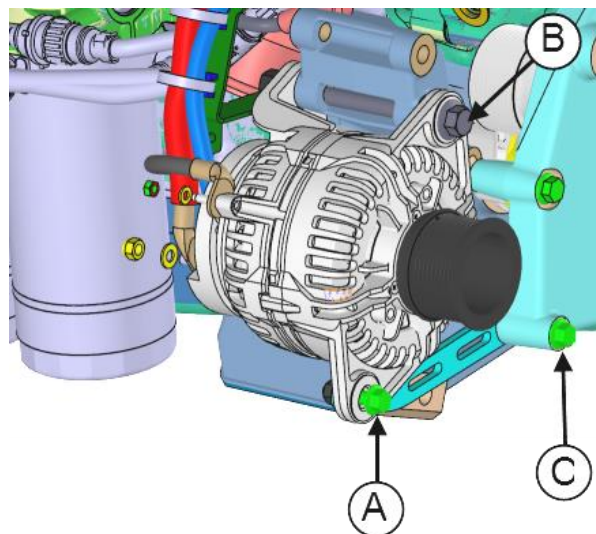

FIGURE 46
5. Réinstaller l'alternateur en utilisant les boulons précédemment retirés **A** & **B** (FIGURE 46).
6. Pour faciliter l'installation, desserrer le boulon C si nécessaire (FIGURE 46).